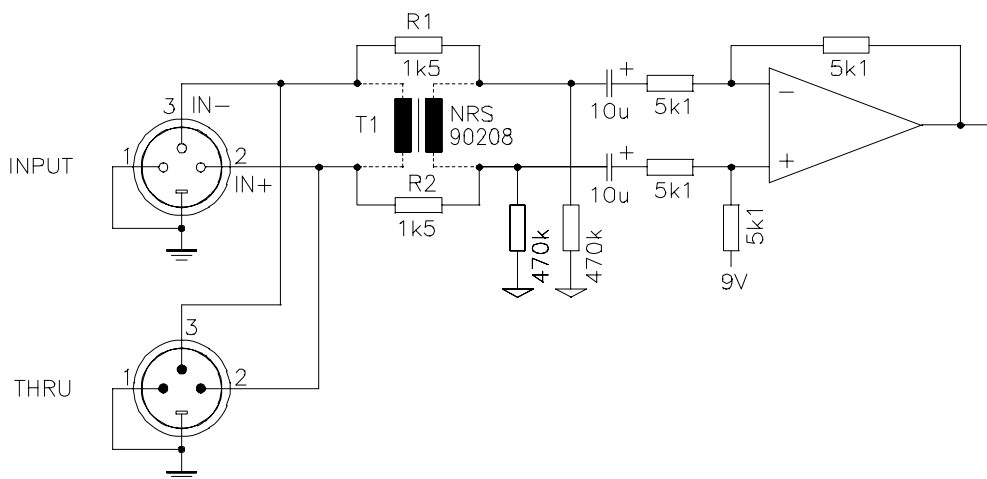

Bild 1 Anschlüsse der Eingangsbuchsen
Der Eingang INPUT (14) ist elektronisch symmetrisch mit einer Empfindlichkeit von 775mV = 0dBu für den Anschluß von Steuerverstärkern ausgelegt. Sollen mehrere Endstufen mit dem gleichen Eingangssignal betrieben werden, kann das Eingangssignal an der Anschlußbuchse THRU (15) für den Betrieb weiterer Endstufen entnommen werden (siehe Bild 1 und Bild 2).